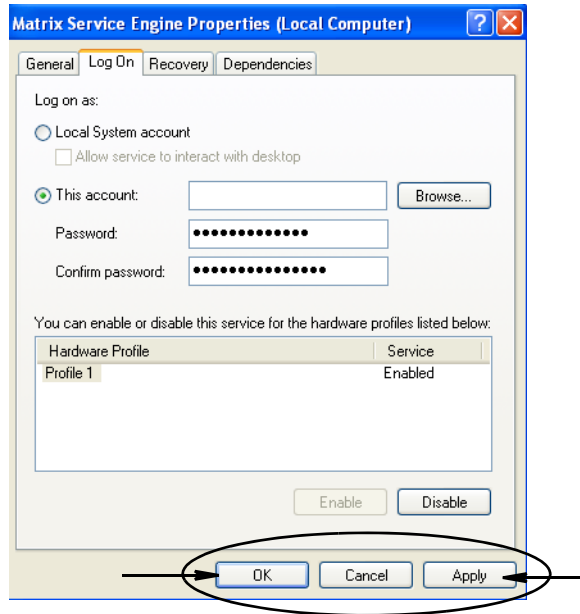

图 60
- 如果计算机找不到用户名，显示第 54 页图 60 中所示的错误信息。继续执行步骤 j。
- i. 单击“应用”按钮应用更改，然后单击“确定”按钮（图 60）。